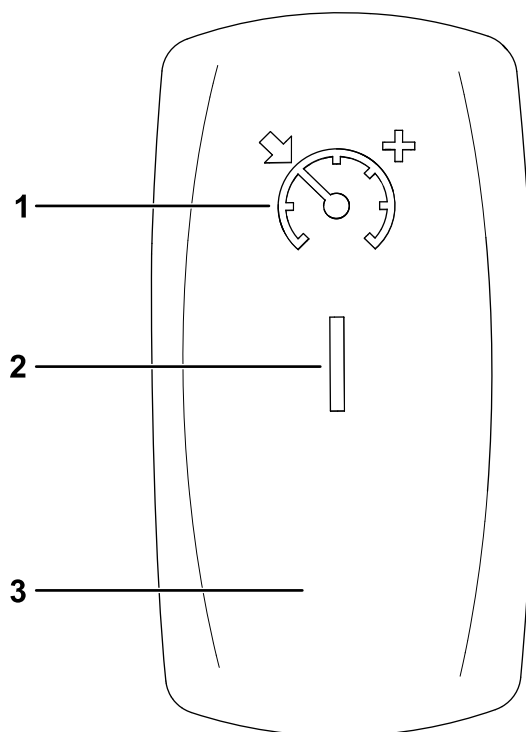

Figure 53
1. Placez la commande du régulateur de vitesse à la position ACTIVÉE (Figure 53).
2. Lorsque vous roulez à la vitesse souhaitée, appuyez sur le haut de la commande du régulateur de vitesse pour activer/programmer le régulateur de vitesse (Figure 53).
Pour augmenter la vitesse programmée sur le régulateur de vitesse, appuyez sur le haut de la commande jusqu'à ce que la vitesse voulue soit atteinte (Figure 53).
Pour désactiver le régulateur de vitesse, appuyez sur le bas de la commande (position DÉSACTIVÉE) (Figure 53).